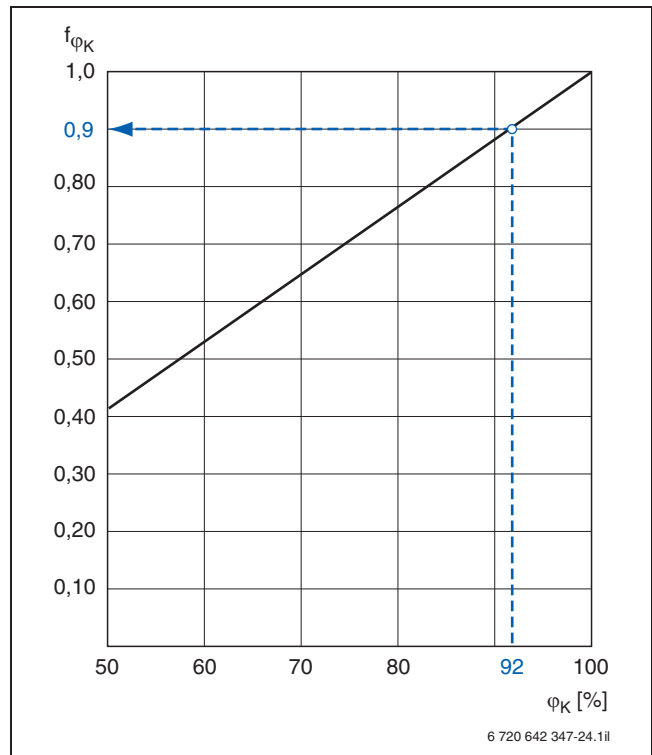

Рис. 28. Коэффициент пересчета номинальной теплопроизводительности конденсационного теплообменника (при температуре воды на входе 30 °C)
- $f_{\text{ФК}}$  Коэффициент пересчета см. рис. 28
- $f_{\text{ФК}} = 0,9$  (см. рис. 28)